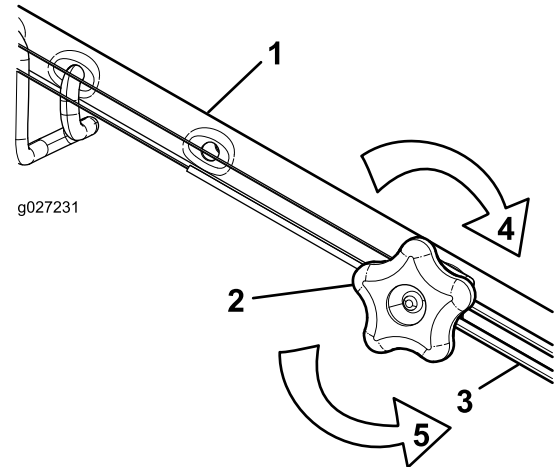

Bild 33
1. Drehen Sie das Handrad nach links, um die Zügeinstellung zu lösen (Bild 33).
2. Stellen Sie die Spannung des Zugs (Bild 33) ein, indem Sie ihn zurückziehen oder nach vorne drücken und dann in dieser Stellung arretieren.